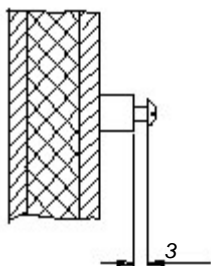

Fig. 3.3
**Nota:** Quando la cabina per sauna non è provvista di canaline, i condotti per la sauna devono passare esternamente e precisamente in una scanalatura del profilo. Perciò l'impianto di comando deve essere montato a sufficiente distanza in modo tale che i cavi non intralcino il dispositivo di comando. A tal fine sono utili i tre tubicini distanziatori forniti che, come mostrato nella fig. 3.3 mantengono ad una certa distanza la base.